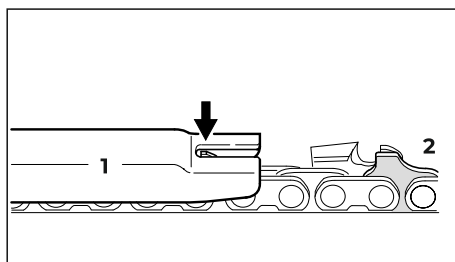

Рис. 80
- На пильную цепь наложить опилочный шаблон (рис. 80, поз 1), соответствующий шагу пильной цепи и прижать на режущем зубе подлежащем проверке – если ограничитель глубины выступает над шаблоном, то ограничитель должен быть дополнительно обработан. Пильные цепи с бугорчатым ведущим звеном (рис. 80, поз 2) – верхняя деталь бугорчатого ведущего звена (рис. 80, поз 2) (с сервисной маркировкой) обрабатывается одновременно с ограничителем глубины режущего зуба.